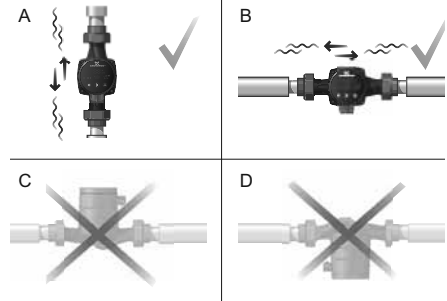

Рис. 4 Положение блока управления
- Правильный монтаж насоса на вертикальном трубопроводе приведен на рис. 4, А.
- Правильный монтаж насоса на горизонтальном трубопроводе приведен на рис. 4, В.
- Не допускается установка насоса в положении, при котором вал электродвигателя располагается вертикально (см. рис. 4, С и D).